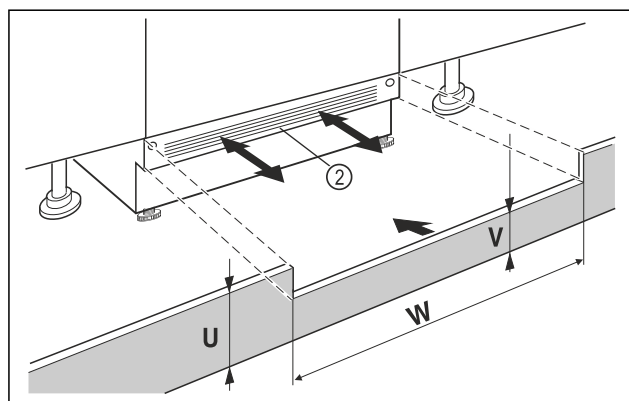

Fig. 37 Primjer izgleda
- Nataknite masku podnožja uređaja Fig. 37 (2), ali je nemojte još pričvrstiti.
- Ako se maska podnožja Fig. 37 (2) vidi, izvucite je toliko prema naprijed da prednji rub ventilacijske rešetke i maske podnožja namještaja tvore ravninu.
- Ako je maska podnožja skrivena Fig. 37 (2), gurnite je posve prema otraga.
- ▶ Obratite pozornost na potpuno slobodne ventilacijske otvore: Po potrebi izrežite visinu maske podnožja namještaja Fig. 37 (U)!
- ▶ Uzduž širine niše Fig. 37 (W) prilagodite visinu poprečne lamele Fig. 37 (V) ispod maske podnožja uređaja Fig. 37 (2).